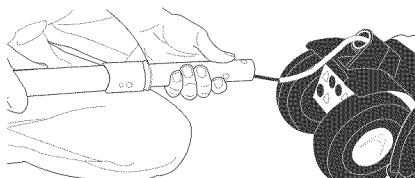

Figura-1
- Extensión de la vara cromada:** Tire hacia fuera la vara de diámetro más pequeño para extender la vara a su máxima longitud. Vea la Figura 1. El cordón se alimentará a través de la vara más pequeña. Fije la vara en UNA de las TRES posiciones de altura con un tornillo y una tuerca de "mano".